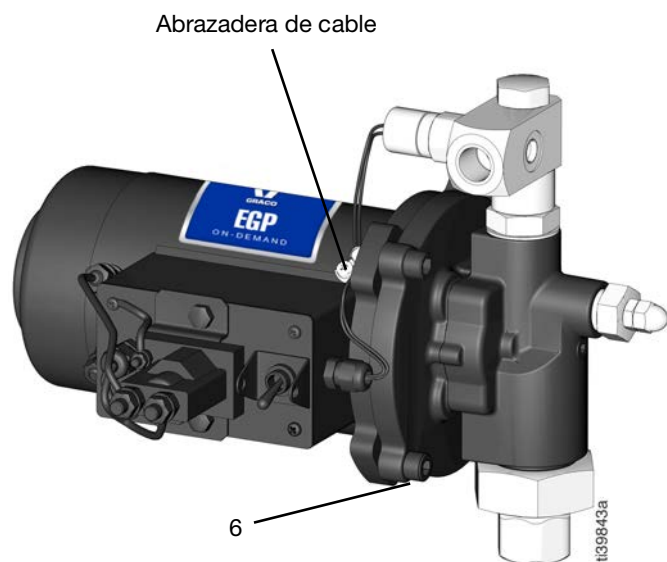

FIG. 32
12. Saque de la abrazadera los cables del interruptor de presión (FIG. 32),
13. Quite los cuatro tornillos Allen (6) con una llave de 8 mm (5/16 pulg.) llave hexagonal (FIG. 32).
6. Coloque y apriete los cuatro tornillos Allen (6) con una llave hexagonal de 8 mm (5/16 pulg.) (par de apriete de 27,1 Nm [20 lb-pie]) (Vea la FIG. 32).